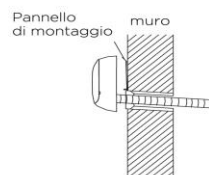

Figura 8
6. Montare l'unità interna sui due ganci nella parte superiore della scheda di installazione. (Figura 8).